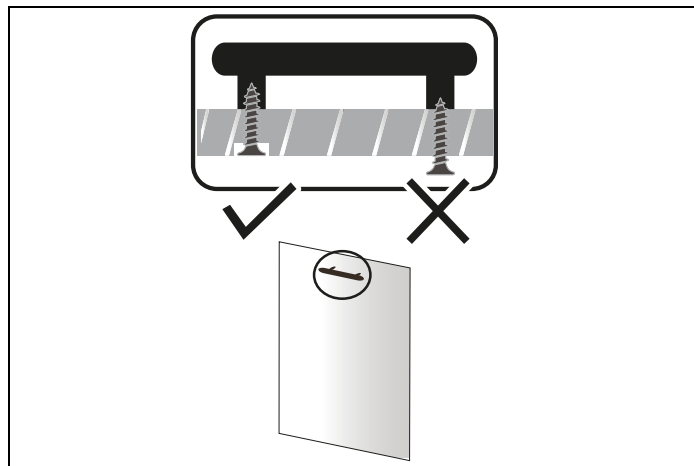

Fig. 26
- 5) Antes de montar la puerta de madera en el lavavajillas, monte el tirador en la puerta de madera como en Fig. 26